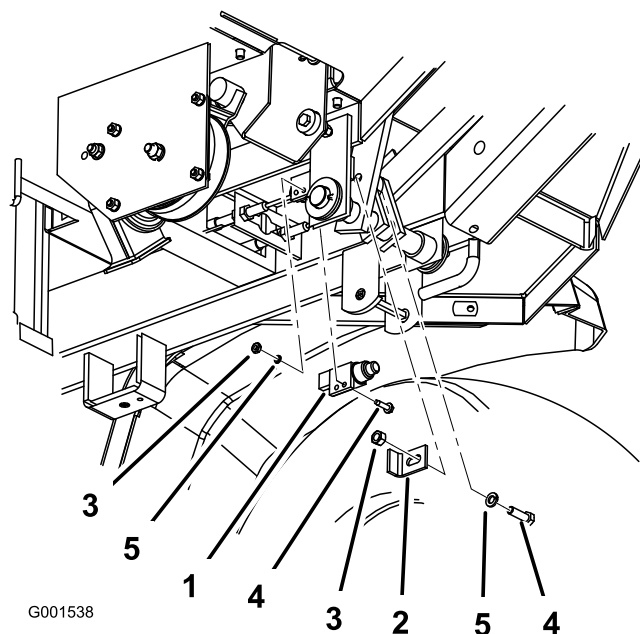
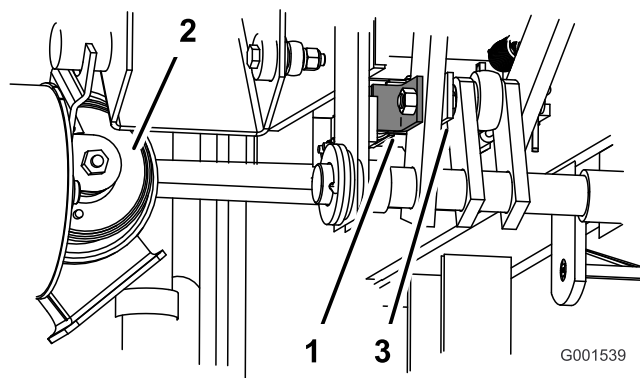

Figura 5
Figura 6
3. Instale o novo interruptor do travão com as peças removidas anteriormente (Figura 5).
4. Instale o novo suporte de interruptor do travão com as peças removidas anteriormente (Figura 5 e Figura 6).